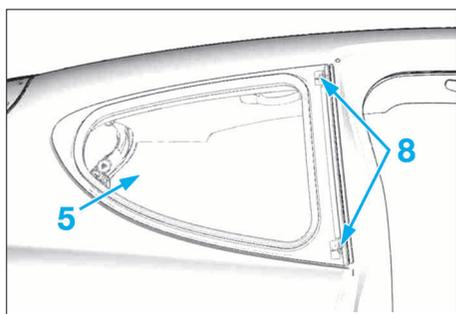

FIG. 76
- Déclipper la vitre (5), des agrafes (8) (Fig.76).